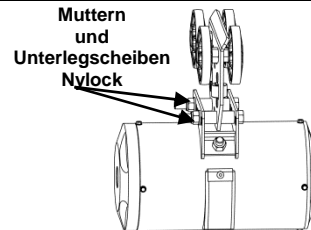

Abbildung 2-14
- Phase 4. Installieren Sie zwei (2) Nylock M16 x 2,0 Muttern und flache Unterlegscheiben Dia. 16 auf den Befestigungsschrauben (Abb. 2-14)